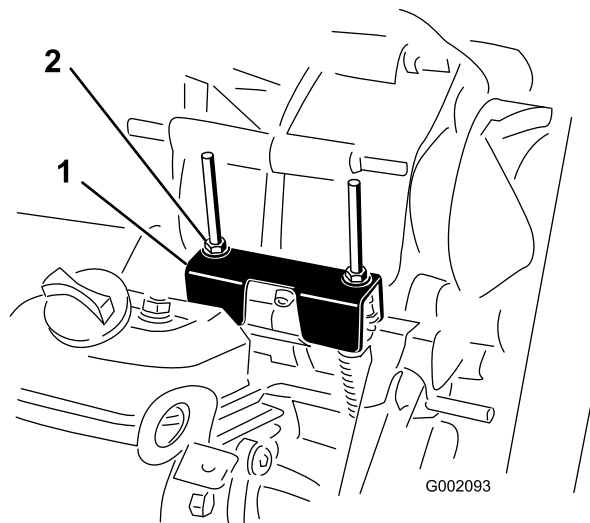

Figura 35
Para realizar operaciones de mantenimiento de rutina y/o diagnósticos del motor, debe ponerse el transeje en Punto muerto (Figura 35). El selector de marchas del vehículo dispone de una posición de Punto muerto, que controla el punto muerto del transeje. Deben tomarse las siguientes medidas para asegurarse de que la palanca de cambios acciona correctamente el punto muerto del transeje:
2. Asegúrese de que la pletina de punto muerto está en posición de punto muerto (nivelada respecto al soporte de montaje del cable situado debajo del soporte del cambio de marchas) girando el embrague arrastrado (Figura 35). El vehículo no debe desplazarse ni hacia adelante ni hacia atrás. Si lo hace, mueva manualmente la pletina de punto muerto a la posición de punto muerto.
3. Apriete una de las contratuerca (Figura 35) para obtener una distancia de 0,76–1,5 mm.